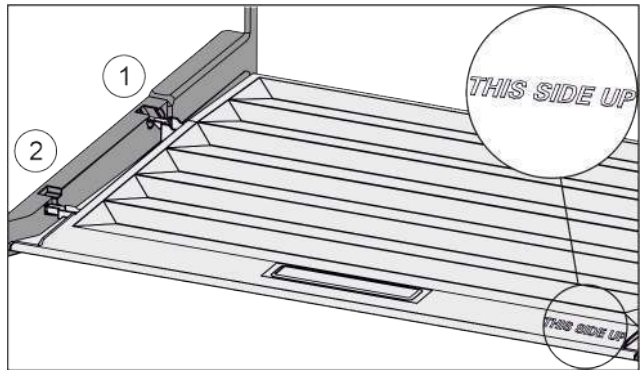

Fig. 37
- Вставить поперечные ребра крышки через отверстие заднего держателя *Fig. 37 (1)* и защелкнуть спереди в держателе *Fig. 37 (2)*.